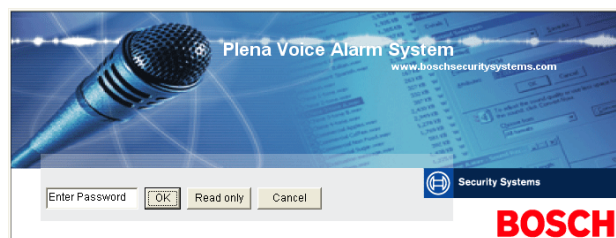

Abbildung 8.9: Passwort
- 2 Doppelklicken Sie auf das Symbol Plena Weekly Timer Configuration. Ein Fenster wie in Abbildung 8.9 erscheint auf dem Bildschirm.